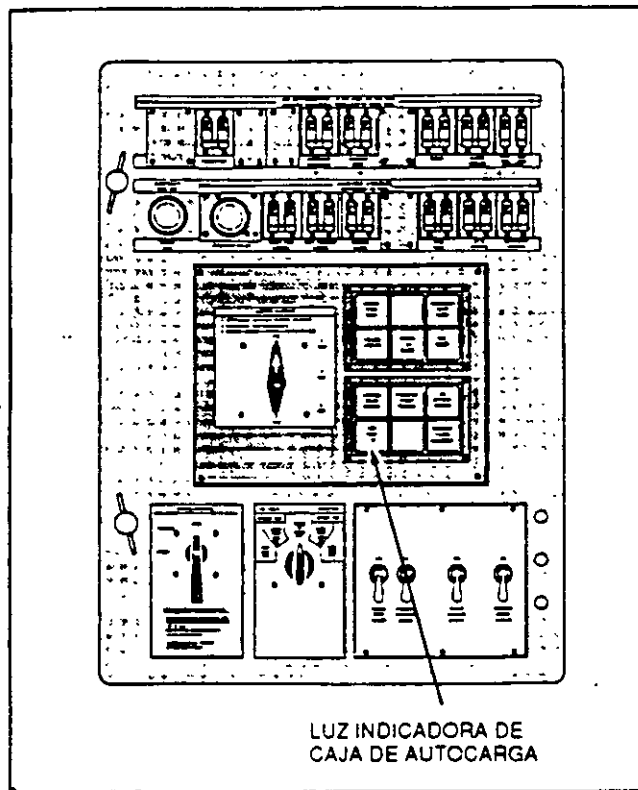
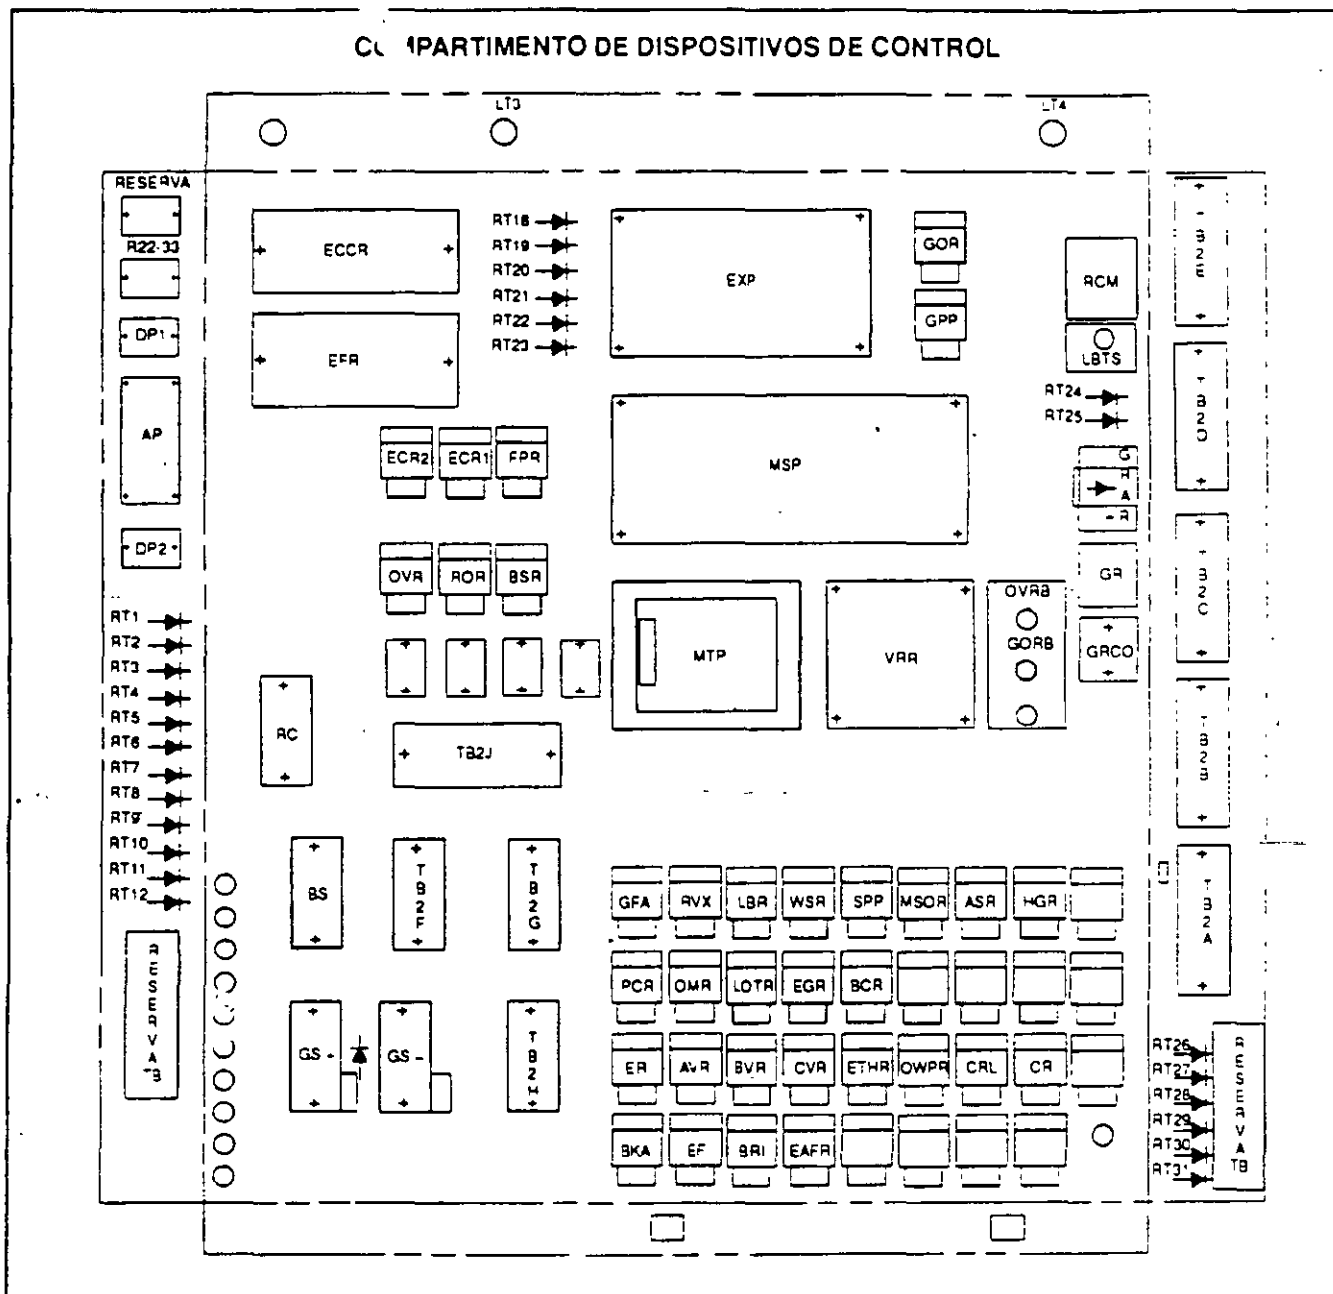

FIG. 3. LOCALIZACIÓN DE LUZ DE CAJA DE AUTOCARGA EN EL PANEL DE CONTROL DEL MOTOR DIESEL. E-39055-S
FIG. 5. LOCALIZACION DEL INTERRUPTOR DE PALANCA DE AUTOCARGA (LBTS) EN EL COMPARTIMIENTO DE CONTROL SUPERIOR. E-39043-S
Control del Motor Diesel (EC), Fig. 3, y un Interruptor de Palanca de la Caja de Carga (LBTS) en el Compartimento de Control de Bajo Voltaje superior. El interruptor se monta sobre una placa de instrucción, como aquella de la Fig. 4, para la locomotora modelo B23. La placa de instrucción para la locomotora C30 posee diferentes valores; vea la placa en la locomotora.
Con la palanca del Regulador en la posición de HOLLGAR (IDLE), la palanca de la Reversa centrada y el motor diesel holgando (a temperatura de operación); accione el Interruptor de Palanca de la Caja de Carga (LBTS localizado en el Compartimento de Control de Bajo Voltaje superior), Fig. 5, a la posición de AUTOCARGA. Deberá encenderse la lámpara indicadora en el panel EC, Fig. 3.